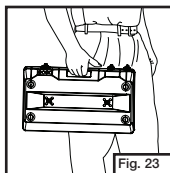

Fig. 23
- Para transportar la estufa, agarre firmemente la estufa por el asa. (Fig. 23)